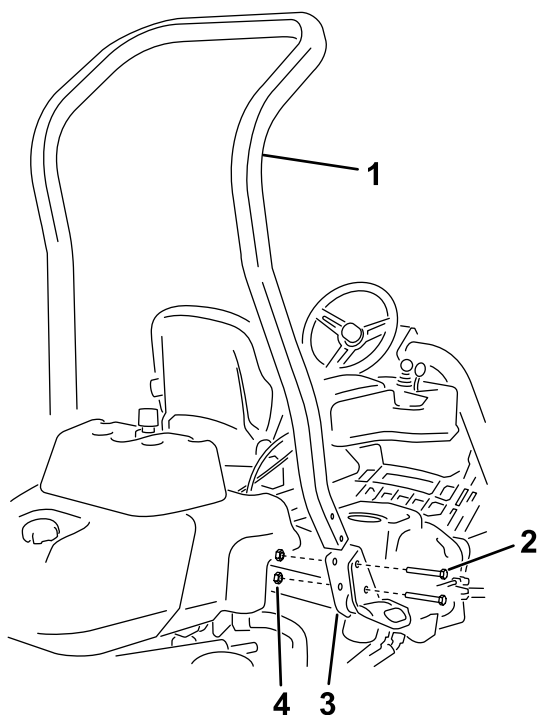

Bild 3
3. Befestigen Sie den Überrollbügel mit vier Schrauben ($\frac{1}{2}$ " x $3\frac{3}{4}$ ") und vier Bundmuttern ($\frac{1}{2}$ ") an den Halterungen für den Überrollschutz an jeder Seite der Maschine, wie in Bild 3 abgebildet.